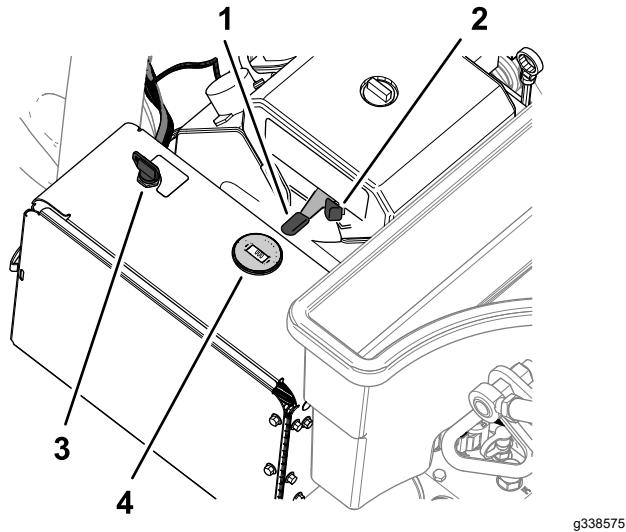

Figura 77
- Utilizzate lo starter (Figura 77) nel modo seguente: